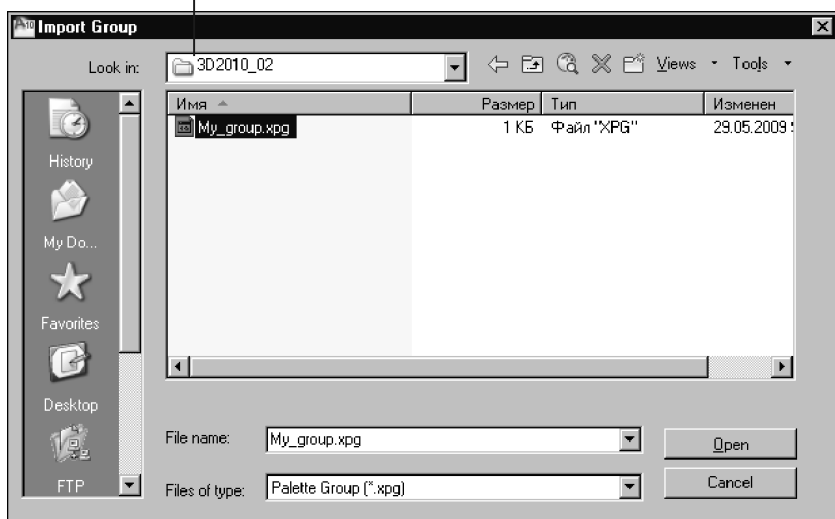

Рис. 2.18. Диалоговое окно для выбора файла с группой палитр
3. В появившемся диалоговом окне **Import Group** (Импорт группы) выберите папку с файлом ранее сохраненной группы палитр (рис. 2.18).